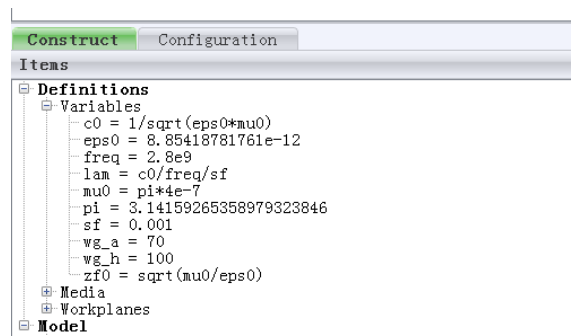

图 5-27 变量定义
- 5) 波导长度： $\text{wg\_h}=100$ ，如图 5-27 所示。